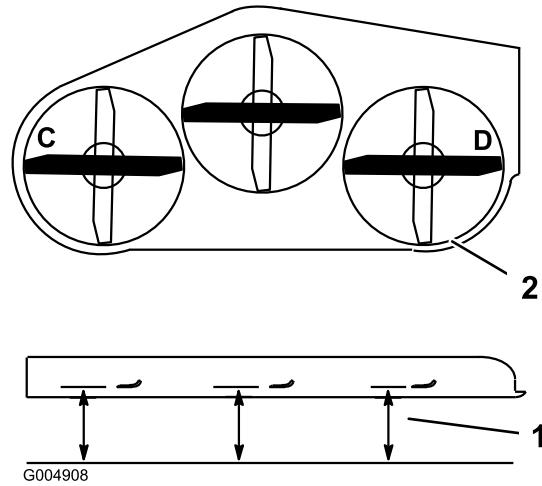
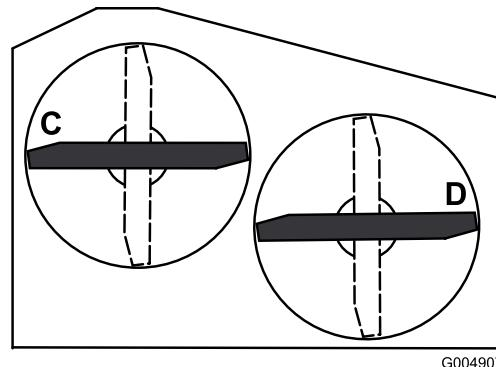

Figura 69
Figura 70
2. Coloque las cuchillas en posición lateral. Mida la cuchilla en las posiciones **C** y **D** desde una superficie nivelada hasta el filo de corte de las cuchillas (Figura 69). Para carcassas de corte de 36 pulgadas, consulte la Figura 70.